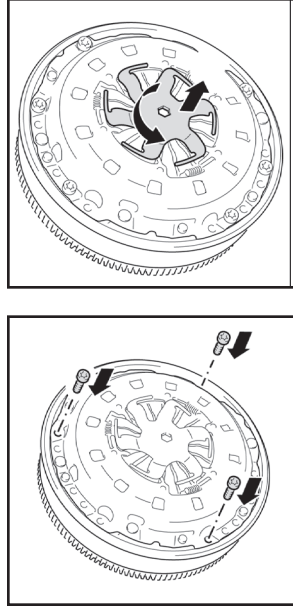

Fig. 2
- Installer le diaphragme et le disque. Insérer une clé à tête hexagonale de 14 mm dans le trou central de la plaque de transport de l'embrayage et la tourner dans le sens contraire des aiguilles d'une montre afin de la retirer. Jeter cette dernière. (Fig. 2)
- Install the clutch and disc. Insert a 14 mm. Insert hex-head wrench into the clutch shipping plate center hole and turn it counter-clockwise to remove. Discard the plate. (Fig. 2)
- Instale el embrague y el disco. Inserte una llave hexagonal de 14 mm en el agujero central de la placa de envío del embrague y gírela en sentido contrario horario para removerla. Descarte la placa. (Fig. 2)